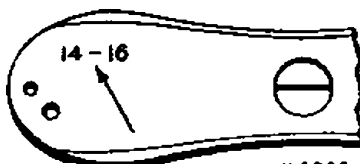

Рис. 9. Размеры игл, обозначенные на игольной пластинке.
Ослабьте винт (Е) и снимите игловую пластину с оси (D). При замене пластин следите за тем, чтобы отверстие оси (D) находилось в положении, показанном на Рис. 9, а поверхность была повернута в сторону винта (Е). Винт должен быть затянут.